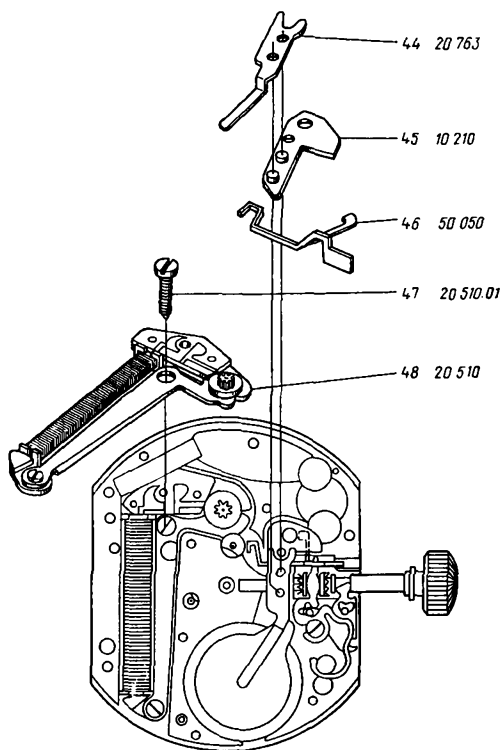

Рис. 126
48. Снять токосъемник нижний 44 (рис. 126)